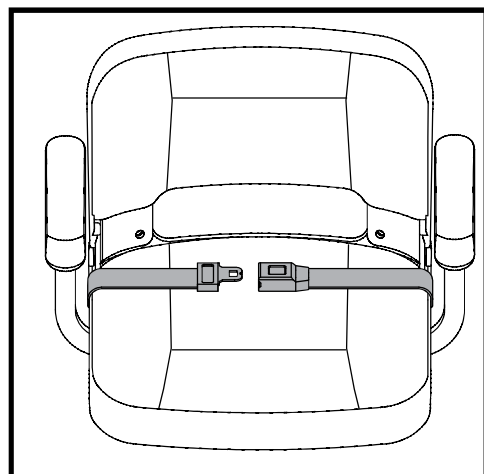

Figura 30. Cinture di sicurezza
La seduta del miniscooter può essere dotata di cinture di sicurezza regolabili per maggiore comodità. **Vedere figura 30.** La cintura di sicurezza è stata progettata per garantire un maggiore supporto all'utente ed evitare che scivoli in avanti o indietro sulla seduta. La cintura di posizionamento non è concepita come dispositivo di contenimento.
1. Inserire il gancio metallico del lato destro della cintura nella chiusura di plastica al lato opposto spingendo fino a sentire un "click". **Vedere figura 30.**